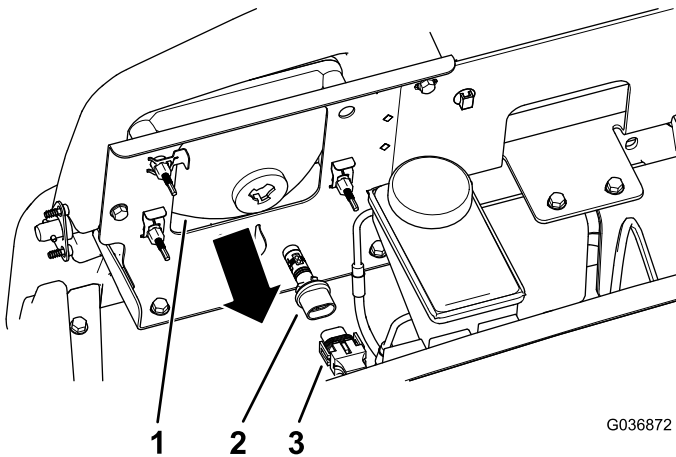

Figure 42
3. Débranchez le connecteur électrique de faisceau du connecteur de l'ampoule au dos du boîtier du phare (Figure 42).
4. Tournez l'ampoule d'un quart de tour dans le sens antihoraire et tirez-la en arrière hors du boîtier (Figure 42).
5. Insérez l'ampoule neuve dans le boîtier du phare et alignez les languettes sur les fentes du boîtier (Figure 42).
6. Fixez l'ampoule en place en la tournant d'un quart de tour dans le sens horaire (Figure 42).
7. Branchez le connecteur électrique de faisceau sur le connecteur de l'ampoule neuve (Figure 42).